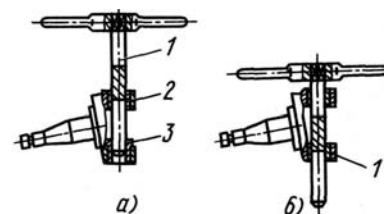

Рис. 9. Развертывание втулок поворотного кулака: а — верхней втулки; б — нижней втулки; 1 — развертка; 2 — втулка биметаллическая; 3 — втулка направляющая
- запрессуйте в поворотный кулак биметаллическую втулку 2 (рис. 9, а) шкворня и посадите специальную направляющую втулку 3 во второе отверстие под втулку шкворня;
- разверните вторую втулку шкворня (вновь запрессованную), при этом режущую часть развертки пропустите через ранее развернутую (первую) втулку шкворня, которая служит направляющей для второй втулки (рис. 9, б).